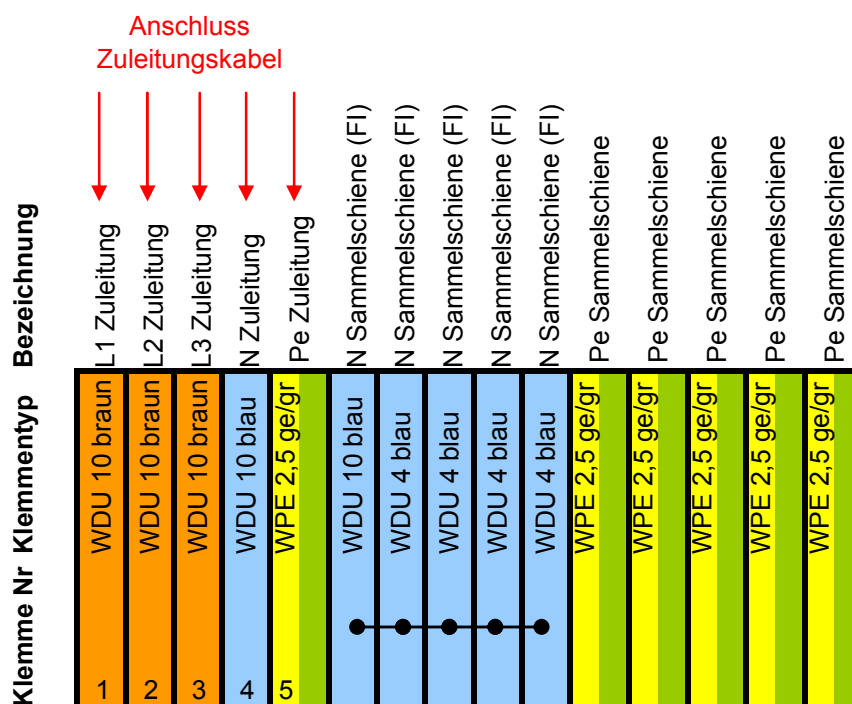

Abbildung 6: Klemmenanordnung 1X00
- Das Zuleitungskabel wird nun durch die montierte Kabelverschraubung durchgeführt und an der Klemmleiste: 1X00 (L1, L2, L3, N, Pe) angeklemt (siehe Abbildung 6).